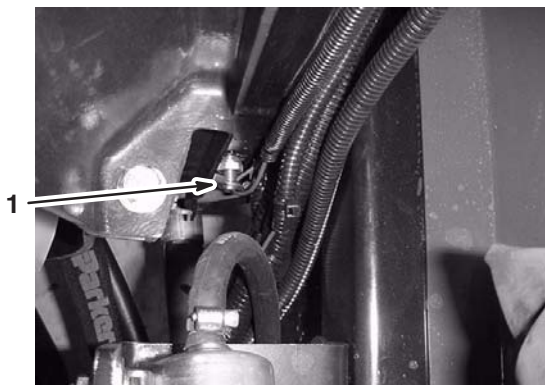

Bild 41
4. Öffnen Sie den Ablass (Bild 41) und lassen Sie das Kühlmittel in die Wanne ablaufen.